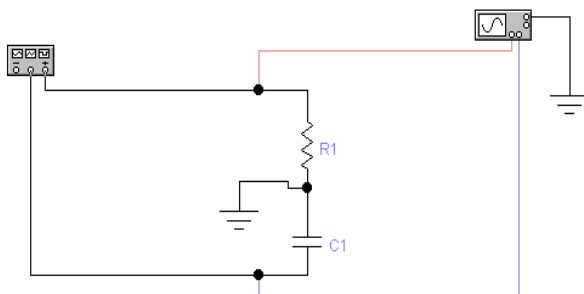

Рисунок 5.7
1. – Соберите на рабочем поле *WorkBench* RC цепочку в соответствии со схемой (рисунок 5.7). Варианты значений величин резистора и емкости приведе-